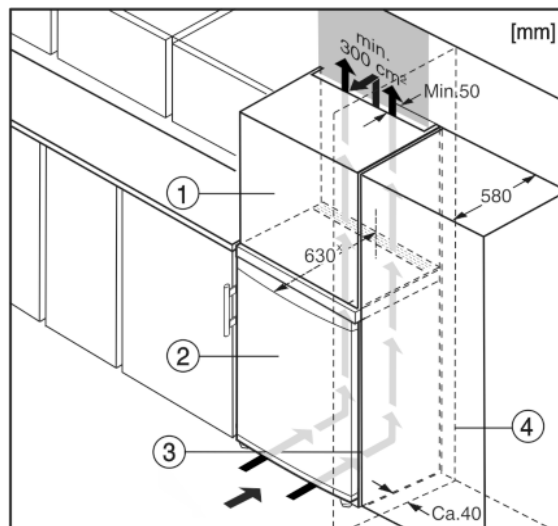

Fig. 6
- (1) Дополнительный шкафчик*
- (2) Устройство*
- (3) Кухонный шкаф*
- (4) Стенка*
Устройство может быть окружено кухонными шкафами. Чтобы уравнять устройство Fig. 6 (2) по высоте с кухонной стенкой, можно установить над устройством дополнительный шкафчик Fig. 6 (1).
При комбинировании с кухонными шкафами (глубина макс. 580 мм) устройство можно установить непосредственно рядом с кухонным шкафом Fig. 6 (3). Устройство выступает сбоку на 34 мм* и по центру на 50 мм* относительно передней стенки кухонного шкафа.
Если устройство установлено на шарнирах у стены Fig. 6 (4), то расстояние между устройством и стеной должно быть не менее 40 мм. Настолько выступает ручка при открытой двери.*